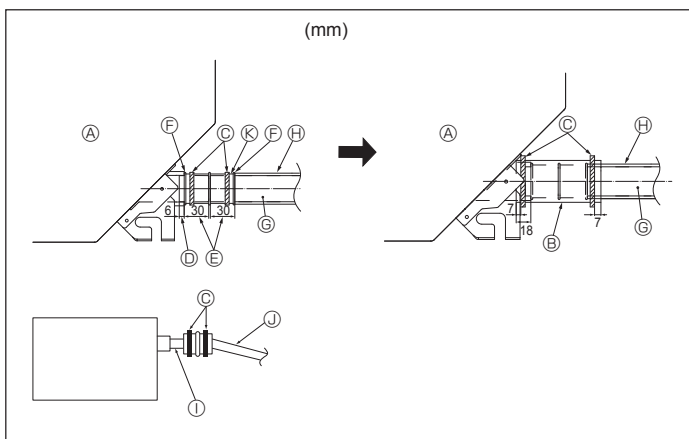

Fig. 5-2
- Podłączyć gniazdo spustowe (dostarczone z urządzeniem) do portu spustowego. (Fig. 5-2). (Przymocować rurę, używając taśmy klejącej PCW, po czym zabezpieczyć za pomocą obejm).